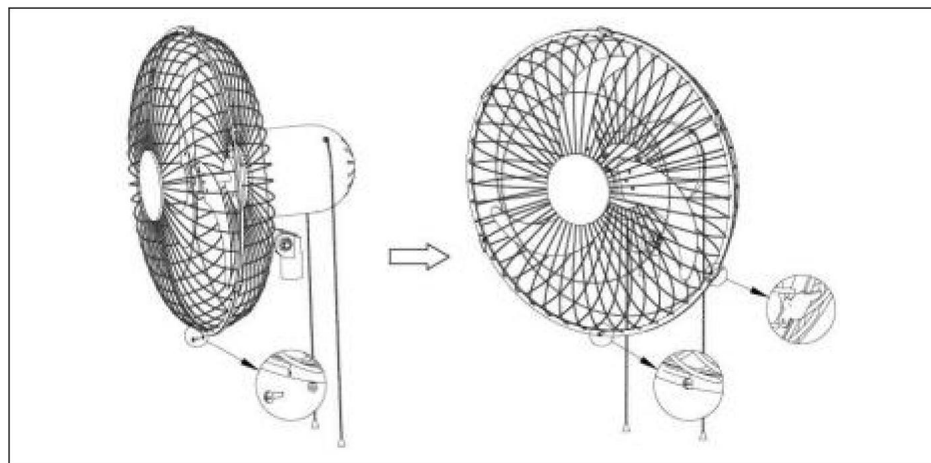

Fig.7.
- 3). Allineare i fori delle viti nella parte inferiore delle griglie anteriore e posteriore, quindi fissare i pulsanti sulla parte superiore della copertura della griglia anteriore alla copertura della griglia posteriore, fissare tutti i pulsanti della copertura della griglia e infine bloccare le viti di sicurezza (18). Vedere il (Fig.7.)